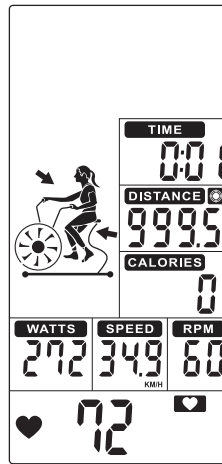

FIGURA 42
- El valor de DISTANCIA preestablecido cuenta hacia atrás, TIEMPO (PANTALLA 3), CALORÍAS (PANTALLA 5), WATTS (PANTALLA 6), VELOCIDAD (PANTALLA 2) y RPM (PANTALLA 1) comienzan a contar. (Figura 42)